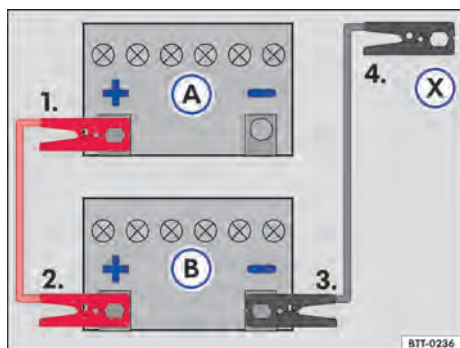

Fig. 180 Esquema para a conexão dos cabos auxiliares de partida: bateria do veículo descarregada (A) e bateria do veículo fornecedora de corrente (B).
Legenda para → Fig. 180:
Conectar o cabo auxiliar de partida somente na sequência 1 – 2 – 3 – 4 → Fig. 180.
- Conectar uma extremidade do cabo auxiliar de partida *vermelho* ao polo positivo (+) do veículo com a bateria do veículo descarregada → Fig. 180 (A) → .
- Conectar a outra extremidade do cabo auxiliar de partida *vermelho* ao polo positivo (+) do veículo fornecedor de corrente (B).
- Conectar uma extremidade do cabo auxiliar de partida *preto* ao polo negativo da bateria do veículo fornecedor de corrente (B).
- Conectar a outra extremidade do cabo auxiliar de partida *preto* (X) no veículo com a bateria descarregada no ponto de auxílio à partida (ponto de aterramento) ou em uma peça de metal parafusada firmemente no bloco do motor – porém não nas proximidades da bateria (A) → .